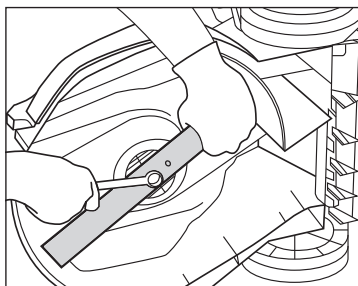

Рис. 13
3. Удерживая нож, с помощью гаечного ключа отсоедините болт крепления ножа и снимите шайбу (рис. 13).